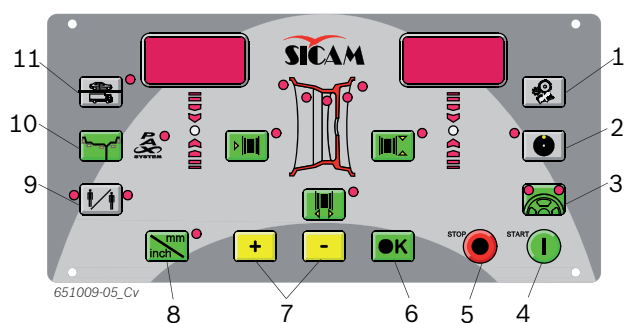

Fig. 5: Tasti disposti sul pannello di comando/pannello di visualizzazione
- 2. Immettere il numero esistente dei raggi tramite i tasti <-> o <+> (fig. 5, pos. 7).